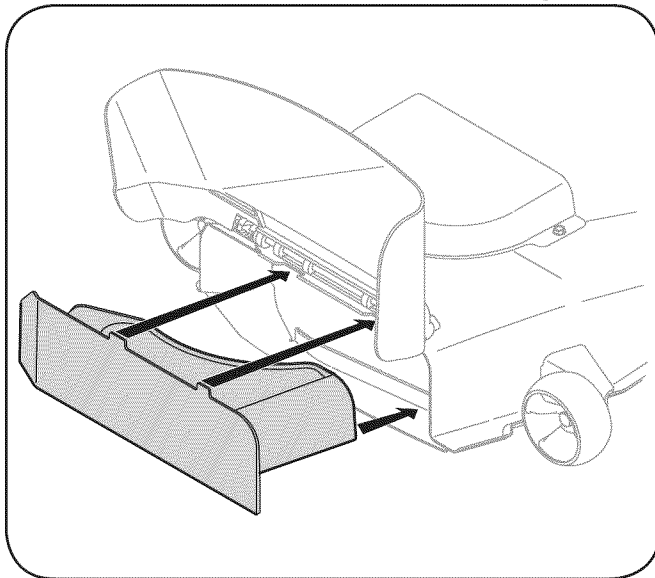

Figure 5-4
1. Localice dos agujeros rectangulares en la superficie de la cubierta del corte. Gire el canal inclinado de la descarga hasta el acceso la abertura de la cubierta. Vea Fig. 5-4.
2. Inserte el enchufe del pajote, alineando el borde superior del enchufe con la cubierta según las indicaciones de la Fig. 5-4. Cerciórese de que las muescas en el enchufe estén en las ranuras en la abertura de la cubierta.